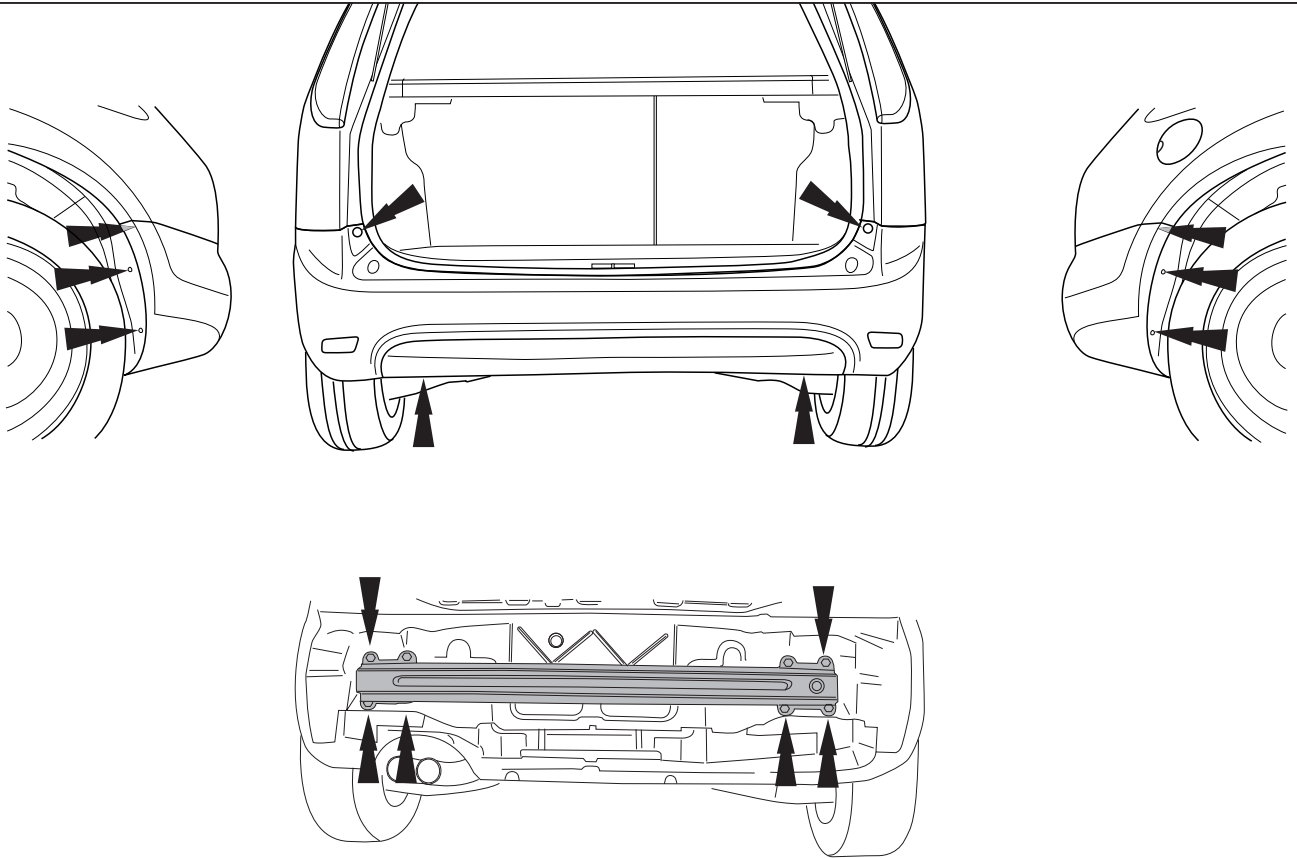

Fig.1
1. Demonter kofangeren. Demonter kofangerinderstykket. Se fig. 1.
1. Zdemontować zderzak. Zdemontować wyposażenie wnętrza zderzaka. Patrz rysunek 1.